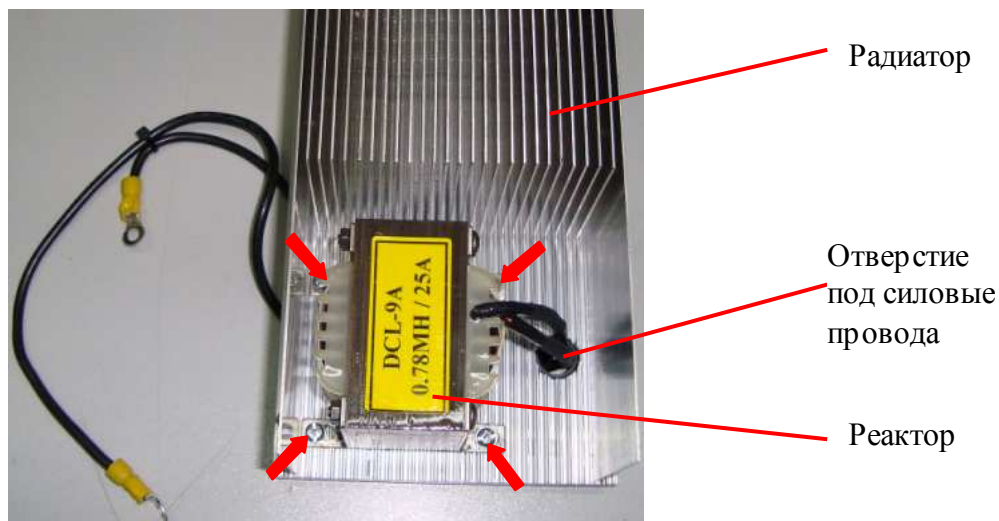

Рис. 6.11
6.9.1. Выкрутить 4 винта крепления реактора (рис. 6.11, красные стрелки), демонтировать реактор. Положить реактор и винты в тару.
7.1.2. Прикрутить реактор к радиатору четырьмя винтами (рис. 6.11, красные стрелки).